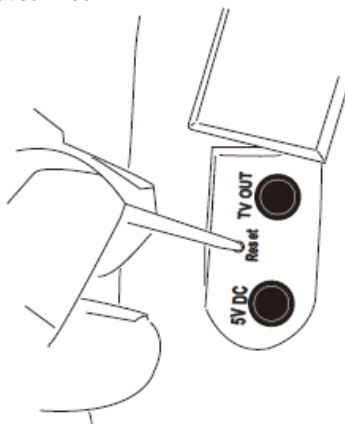

Bild 24
**Lösung:** Wenn alle Funktionen fehlschlagen, führen Sie einen spitzen, isolierten Gegenstand in die Öffnung an der rechten Seite des Hauptgerätes. (*Bild 24*) Im Anschluss startet sich das System automatisch neu.